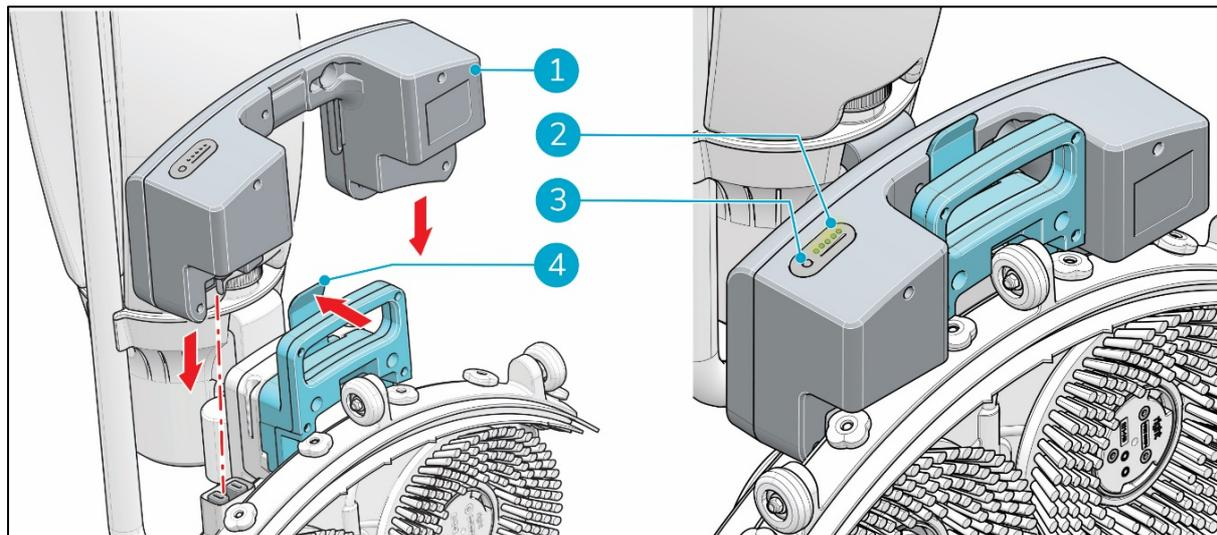

Figure 13
2. Poussez la batterie (Figure 13, pos 1) dans le logement de la batterie. Un clic indique que la batterie est verrouillée en place par le clip de retenue (Figure 13, pos 4).
3. Pendant le fonctionnement, vous pouvez vérifier la quantité d'énergie restante (Figure 13, pos 2) en appuyant sur le voyant d'alimentation (Figure 13, pos 3) sur la batterie.